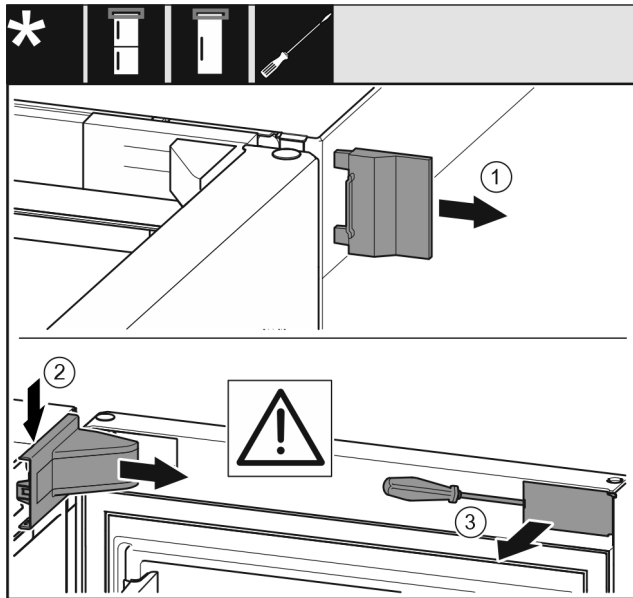

Fig. 6
► 取下外盖。Fig. 6 (1)
► 拆卸并松开托架盖。取下托架盖。Fig. 6 (2)
► 使用带槽螺丝刀松开隔板并把它转到一边。Fig. 6 (3)